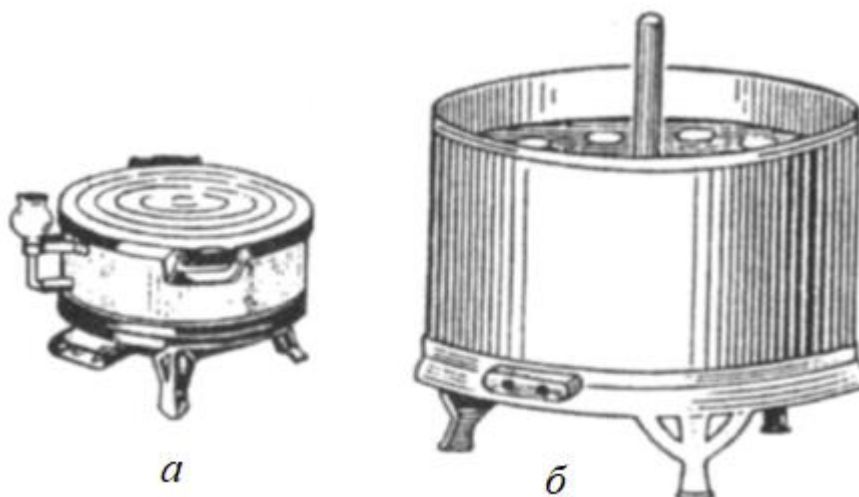

Рис. 29 – Бани водяные:
*Баня водяная* (рис. 29) применяется для нагревания растворов до 100 °С. Бани бывают различных конструкций (круглая или четырёхугольная) со съёмными кольцами для размещения колб, фарфоровых чашек, стаканов, пробирок.